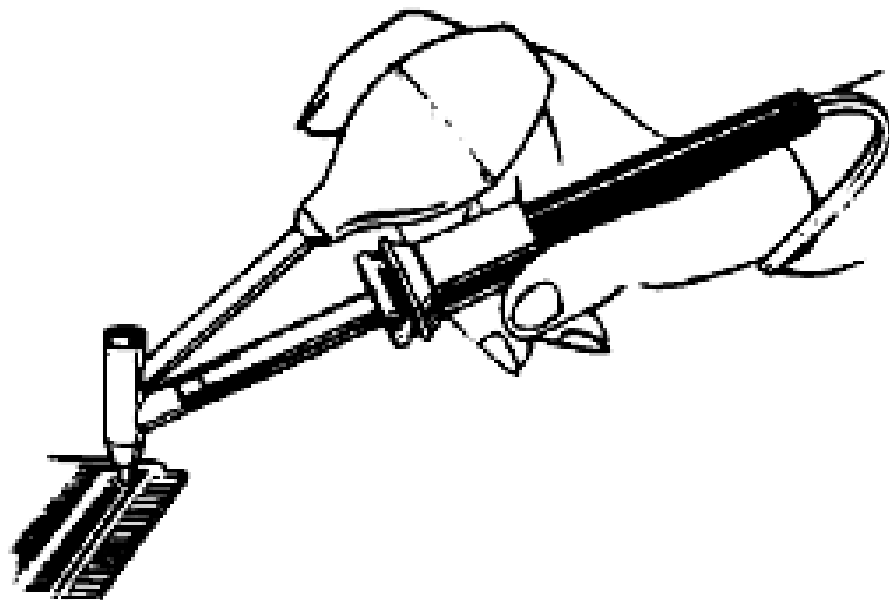

Figure 1.2 – La pompe à dessouder
I.2 – La pompe à dessouder : (voir figure 1.2)